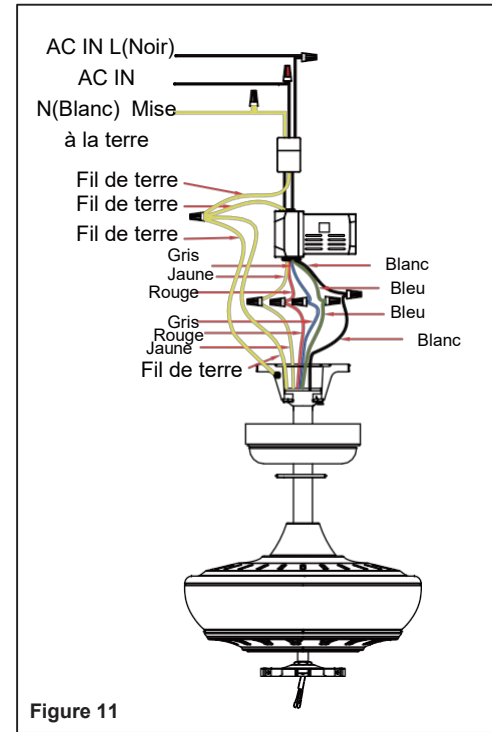

Figure 11
**Étape 1.** Connectez les fils verts du filtre EMI et des pièces connexes selon le schéma de câblage comme indiqué dans la Figure 11, assurez-vous que le filtre EMI est correctement installé dans la boîte de sortie.
**Étape 3.** Connexions électriques du moteur au récepteur : Connectez le fil gris du ventilateur au fil gris du récepteur. Connectez le fil rouge du ventilateur au fil rouge du ventilateur. Connectez le fil jaune du ventilateur au fil jaune du récepteur. Connectez le fil bleu du ventilateur au fil bleu du récepteur. Connectez le fil blanc du ventilateur au fil blanc du récepteur. (Fig.11)
**Étape 4.** Connexions électriques du récepteur aux fils d'alimentation de la maison : Connectez le fil noir (chaud) du plafond au fil noir marqué "AC IN L" du récepteur. Connectez le fil blanc (neutre) du plafond au fil blanc marqué "AC IN N" du récepteur. (Fig.11)